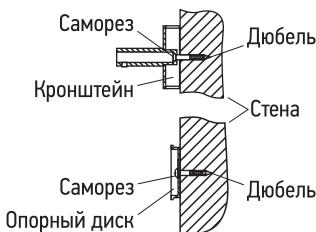

Рис. 2
- 3.3. В полученных метках (п. 3.2) сделать отверстия диаметром 6 мм и произвести монтаж кронштейнов ЭПС и внутреннего опорного диска коробки подключения (рис. 2) с помощью саморезов и дюбелей.